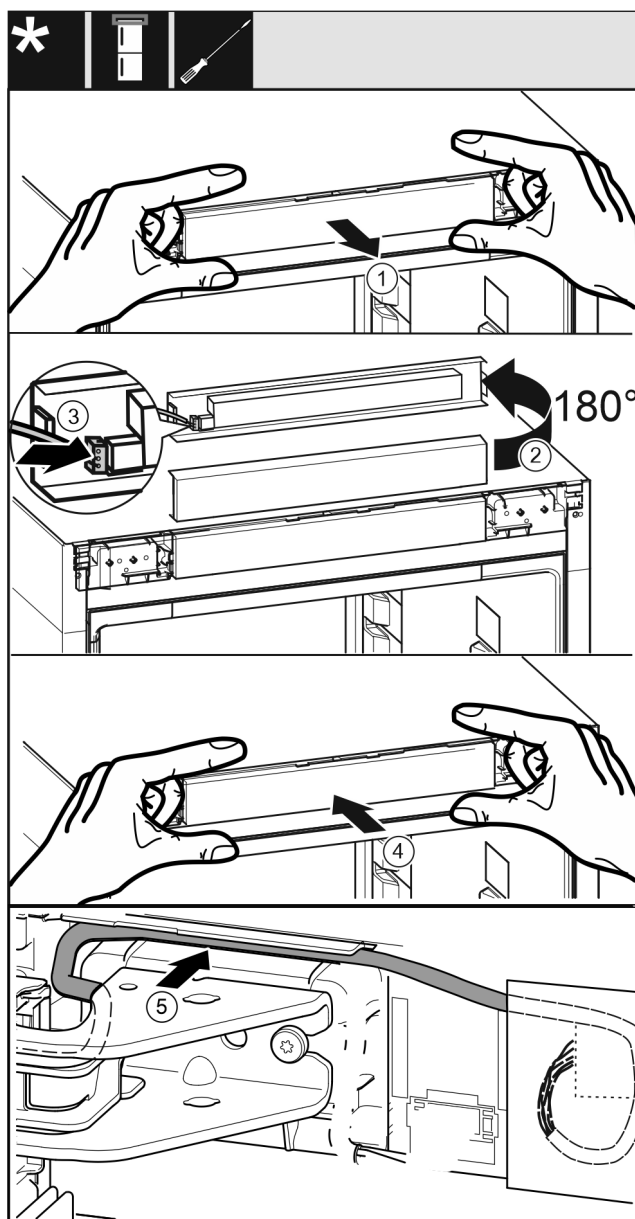

Fig. 41
- Opatrně vyjměte panel. Fig. 41 (1)
- Panel otočte nahoru o 180°. Fig. 41 (2)
- Zástrčka zacvakne do panelu. Fig. 41 (3)
- Nasadíte panel zpět na přístroj. Fig. 41 (4)
- Šedý kabel opatrně položte do vedení nad horním stojanem ložiska. Fig. 41 (5)